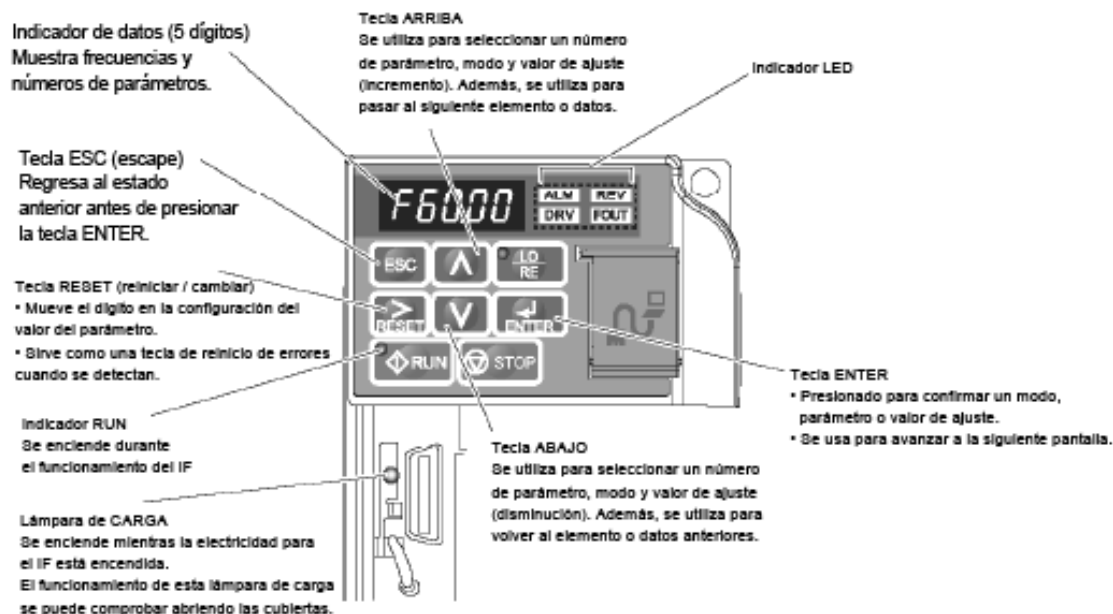

Figura 3-16 Interfaz de Pantalla/ Teclado del IF
- 3.8.7 El IF está controlado por una Interfaz de Pantalla/ Teclado. Consulte la **Figura 3-16** para conocer las funciones y descripciones de la Interfaz de Pantalla/Teclado.